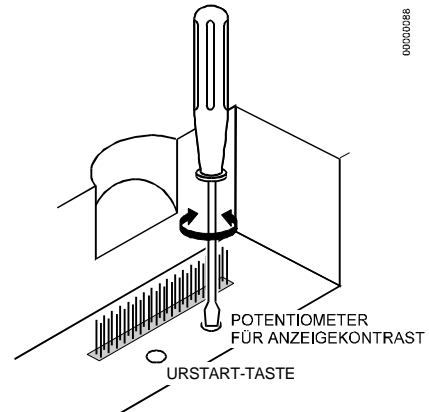

Abb. 41 Einstellung des Anzeigekontrasts
- Stellen Sie den Anzeigekontrast mit einem Schraubendreher mit flacher Klinge oder einem Kreuzschlitzschraubendreher ein, wie in Abb. 41 gezeigt.